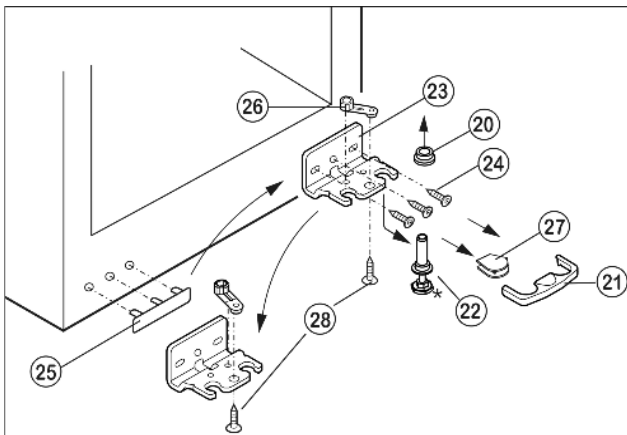

Fig. 5
- ▶ Предохранитель Fig. 5 (21) снимите движением вперед.
- ▶ Снимите крышку Fig. 5 (27).*
- ▶ Полностью поверните регулирующую опору Fig. 5 (22).
- ▶ Вытяните опорный палец Fig. 5 (22) вниз и вперед. При этом следите за гнездом шарнира Fig. 5 (20).
- ▶ Открутите опорный кронштейн Fig. 5 (23)(3 шт. Torx 25) Fig. 5 (24).
- ▶ Открутите опорную деталь Fig. 5 (26)(1 Torx 25) Fig. 5 (28) и, переставив в отверстие на противоположной стороне опорного кронштейна, снова прикрутите.
- ▶ Осторожно приподнимите и переставьте крышку Fig. 5 (25) со стороны ручки.
- ▶ Снова прикрутите опорный кронштейн Fig. 5 (23) на новой стороне шарнира (с моментом 4 Нм). При необходимости используйте аккумуляторный шуруповерт.
- ▶ Установите крышку Fig. 5 (27) на противоположной стороне.*
- ▶ Предохранитель (21) нужно зафиксировать сбоку на кронштейне, чтобы опорный палец и двери были защищены от выпадения.
- ▶ Снова защелкните предохранитель (21) на опорном кронштейне.
- ▶ Наденьте гнездо шарнира Fig. 5 (20).
- ▶ Установите дверцу сверху на нижний опорный палец Fig. 5 (22).
- ▶ При необходимости выровняйте дверцы через два продольных паза в нижнем опорном кронштейне *Fig. 5 (23)* параллельно корпусу устройства. Для этого выкрутите средний винт.